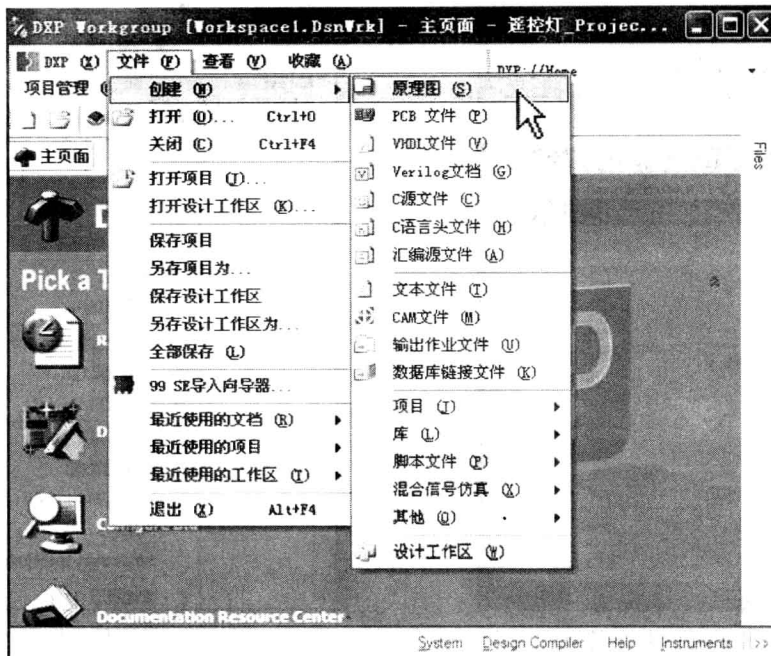

图1-18 创建原理图设计文件
(1) 在 PCB 工程文件中创建原理图文件的方法如下:
① 如图 1-18 所示, 执行菜单命令“文件”→“创建”→“原理图”, 可以创建原理图设计文件。